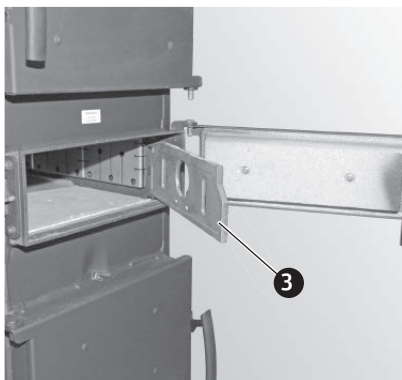

Fig. 20 Sportello di accensione: sganciare la griglia e riagganciarla al lato opposto
- ▶ Sportello di accensione: sganciare la griglia e riagganciarla al lato opposto – Fig. 20.